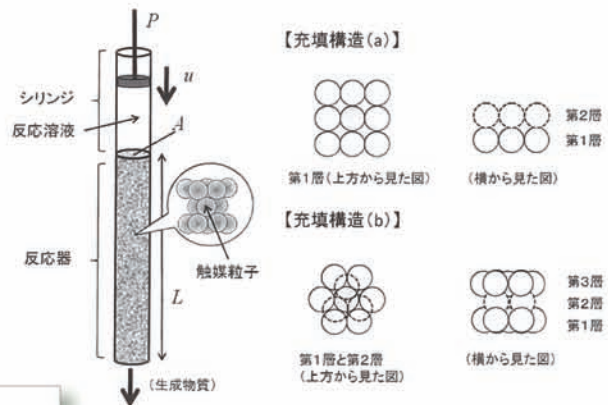

図1
不均一触媒反応を行うために、図1左のように、固体粒子状の触媒を管型反応器内部に充填する。触媒を充填したあとに、シリンジを用いて管の端より溶液を注入し、もう一端より流し出す操作を考える。注入溶液中の反応物質が触媒粒子表面上に吸着することで目的反応が進行すると仮定した場合、より多くの生成物を効率的に得るためには、触媒自体の性能の検討のほか、溶液と触媒粒子表面の接触面積を大きくするような粒子の充填構造を検討する必要がある。ここでは、球形の触媒粒子の規則的な充填構造として、図1中(a)と(b)の二つの構造を考えてみる。充填構造(a)と(b)はそれぞれ、同じ大きさの球形粒子を【補足説明①】の手順で積み重ねることで作ることができる。
(1) 長さ L 、断面積 A の管型反応器内に充填された粒子と粒子の間が、体積 V ($V=L \times A -$ [全粒子の合計体積]) の溶液で満たされており、体積 V の溶液が触媒粒子表面に接触している面積を S とする。より多くの生成物を効率的に得るためには、 S/V の値が大きいかほうがよいと考える。 S/V の値が大きいかは、(a) と (b) のどちらの充填構造か、理由を付けて説明せよ。ただし、充填される触媒粒子の大きさは反応器より十分小さく、すべて同じ大きさであるとする。